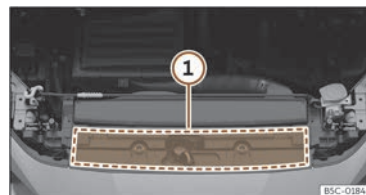

Fig. 214 No van motor: zona de localización da etiqueta de aceite de motor
prescrita está situada na parte frontal do compartimento do motor >>> **fig. 214 ①**. Se usa o aceite de motor recomendado, o nivel de carga pode corrixiarse tantas veces como sexa necesario.